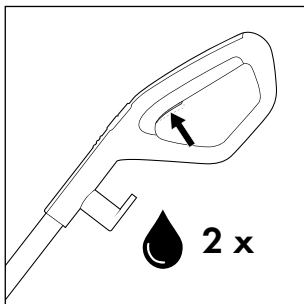
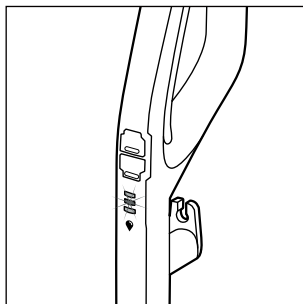

Fig. 14
Fig. 15
- ◆ Prima di ogni uso premere due volte brevemente l'interruttore della soluzione detergente **15** per attivare la funzione di spruzzo continuo e preparare il rullo a spazzola **6** all'uso con soluzione detergente (vedere fig. 14). L'indicazione della soluzione detergente  **12** lampeggia alternatamente con luce blu quando la funzione di spruzzo continuo è attivata o si mantiene premuto l'interruttore della soluzione detergente **15** (v. fig. 15).